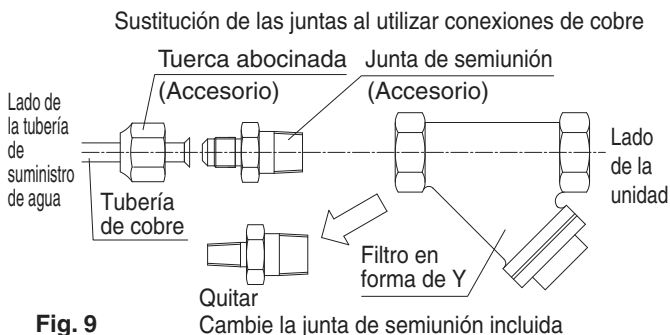

Fig. 9
- Si utiliza tuberías de cobre para realizar las conexiones de suministro de agua, sustituya las juntas de semiunión incluidas con la unidad. (Refiérase a la Fig. 9)